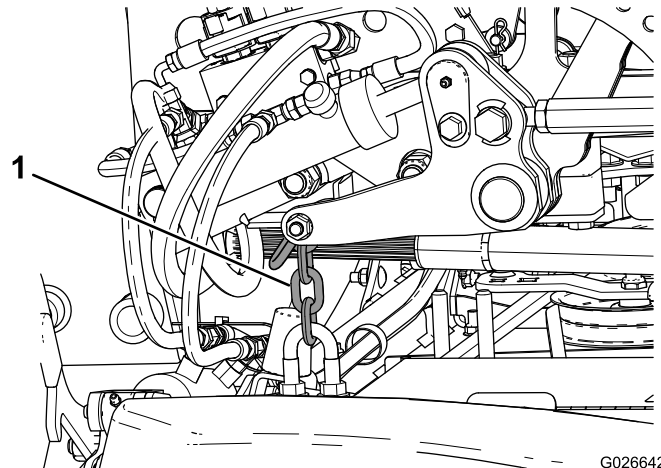

Bild 17
- A. Befestigen Sie die rechte hintere Hubkette mit einer Schraube und zwei Muttern an der **Innenseite** der Hubhalterung (**Bild 17**).